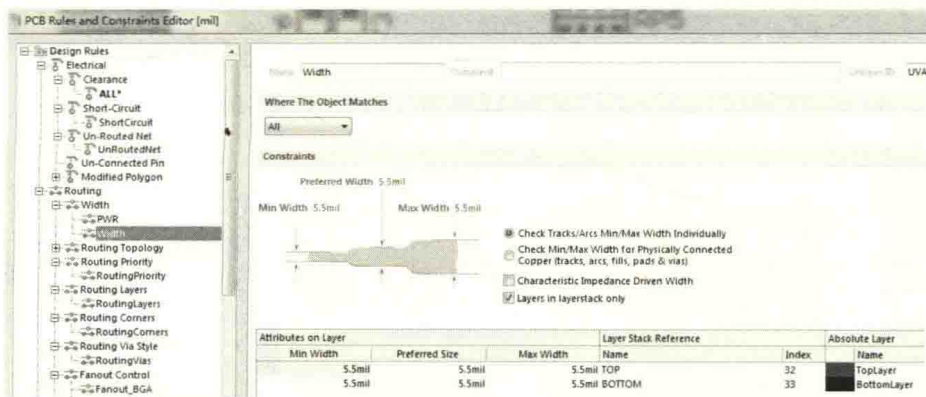

图 13-20 线宽规则设置
- (1) 根据核心板的工艺要求及设计的阻抗要求，利用 SI900 软件计算一个符合阻抗的线宽值，根据阻抗值填写好线宽规则，如图 13-20 所示。因为 4 层板内电层添加的是负片层，负片层只是用来作 PWR 层或者 GND 层分割之用，所以这里不再显示内电层的走线规则，只单独显示 TOP 层和 BOTTOM 层的走线规则，最大值、最小值、优选值都设置为阻抗线宽 5.5mil。